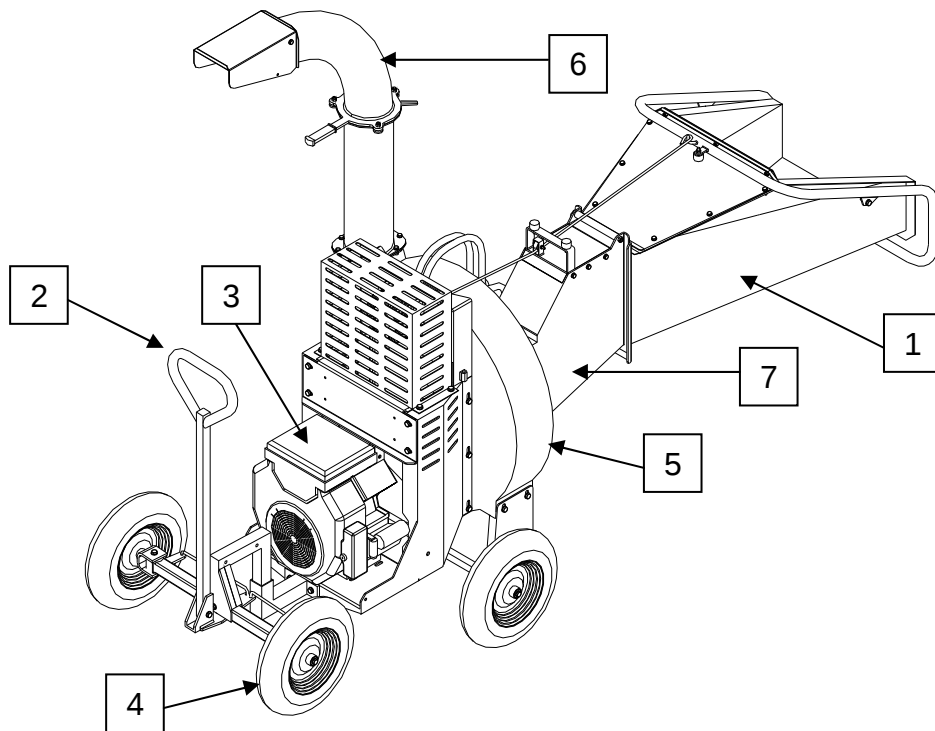

Fig. 1
2. IDENTIFICACION DE LAS PIEZAS PRINCIPALES (fig.1)